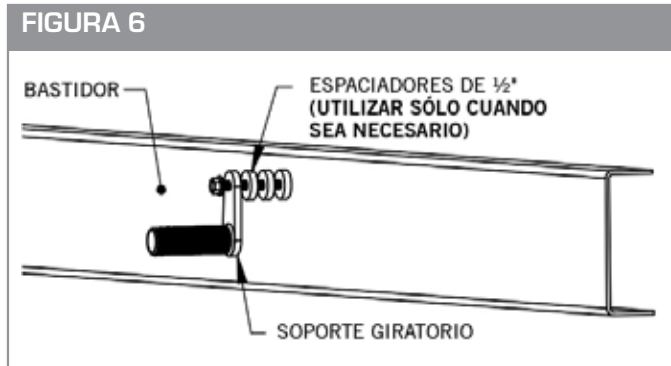

FIGURA 7
- Una vez que los soportes estén en posición con el guardafangos, apriete el 5/8" x 4-1/2" que atraviese el soporte giratorio (10001472) para fijar el giratorio de forma segura al bastidor. (Ver la Figura 7)